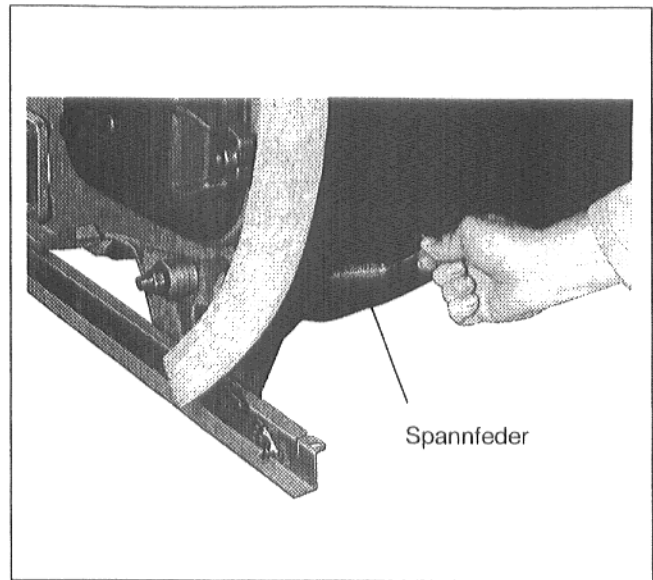

Abb. 38
- Spannfedern nach Punkt 9.2. und Abb. 38 in die unteren Ankerstangen links und rechts einhängen. Spannfedern spannen, Isolierelemente an den Kesselblock andrücken und die Spannfedern in die Kaschierung der Isolierelemente einhaken.